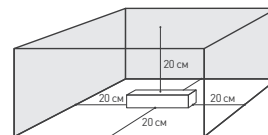

Рис. 2. Свободное пространство
- 4.2. Для естественной вентиляции обеспечьте не менее 20 см свободного пространства вокруг источника питания, как изображено на рис. 2. При невозможности обеспечить свободное пространство используйте принудительную вентиляцию.